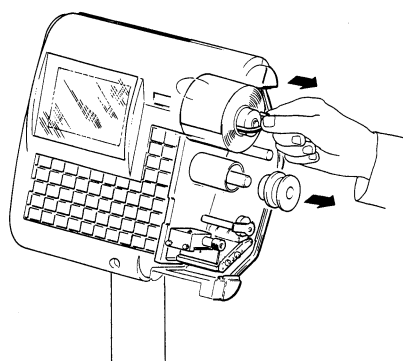
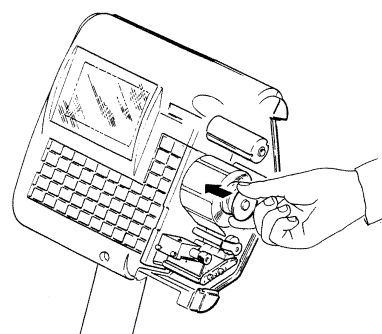

fig. 3
fig. 4
- Togliere la flangia ferma rotolo, sfilare la forcina metallica ed estrarre la carta siliconata accumulata sul riavvolgitore (**fig.3**); ora la stampante è vuota e quindi pronta ad accettare il nuovo rotolo di carta o etichette. Infilare il nuovo rotolo sul supporto porta rotolo e bloccarlo con la flangia ferma rotolo (**fig.4**)